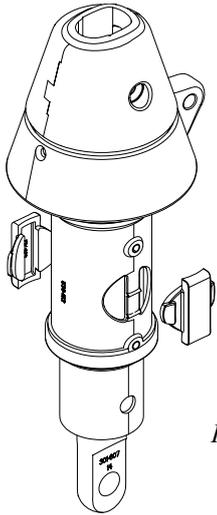

Fig. 5.3.2a
2. Insérez les deux supports comme illustré en figure 5.3.2a. Assurez-les avec du ruban adhésif pendant le montage.